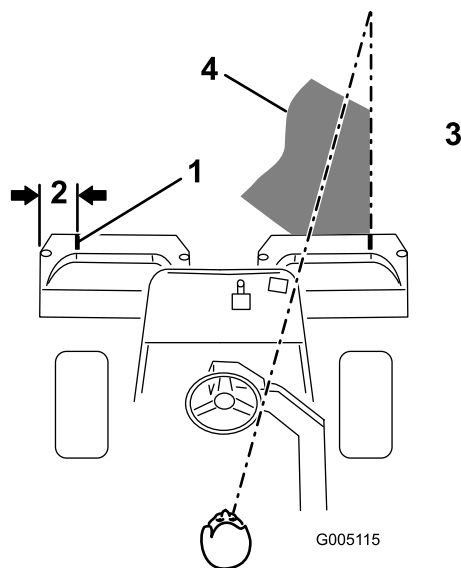
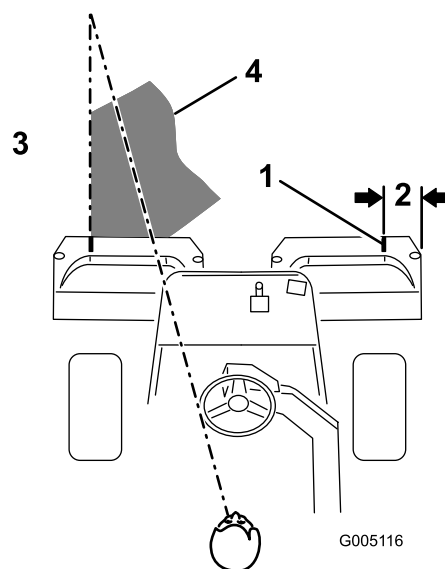

図 31
図 32
の縁と平行に目印を入れる(図31)。
3. 行きと帰りでのオーバーラップができるだけ小さくなるように運転します。隣の列との距離を一定に保って直進するには、本機の前方約2～3mを視野に捕らえておくのがポイントです(図 31および図 32)。ハンドルを目印にして距離を合わせても良いでしょう。その場合、ハンドルの縁と本機前方の目標ラインとを重ねて見ながら運転します(図 31および図 32)。